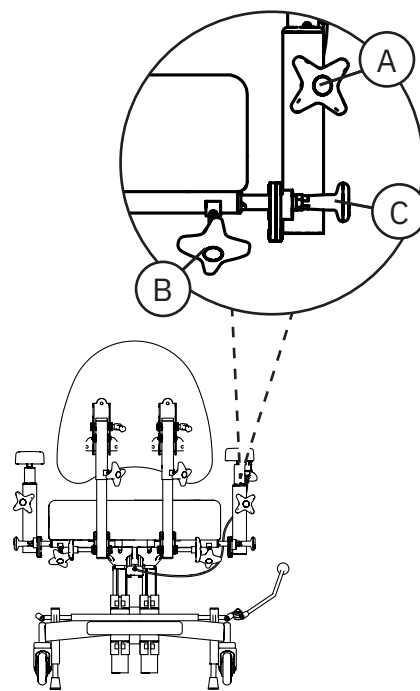

Figure 5.13. Accoudoirs pliables.
Les accoudoirs pliables sont réglables en hauteur (A), en largeur (B) et peuvent être repliés vers l'arrière (C), voir figure 5.13.